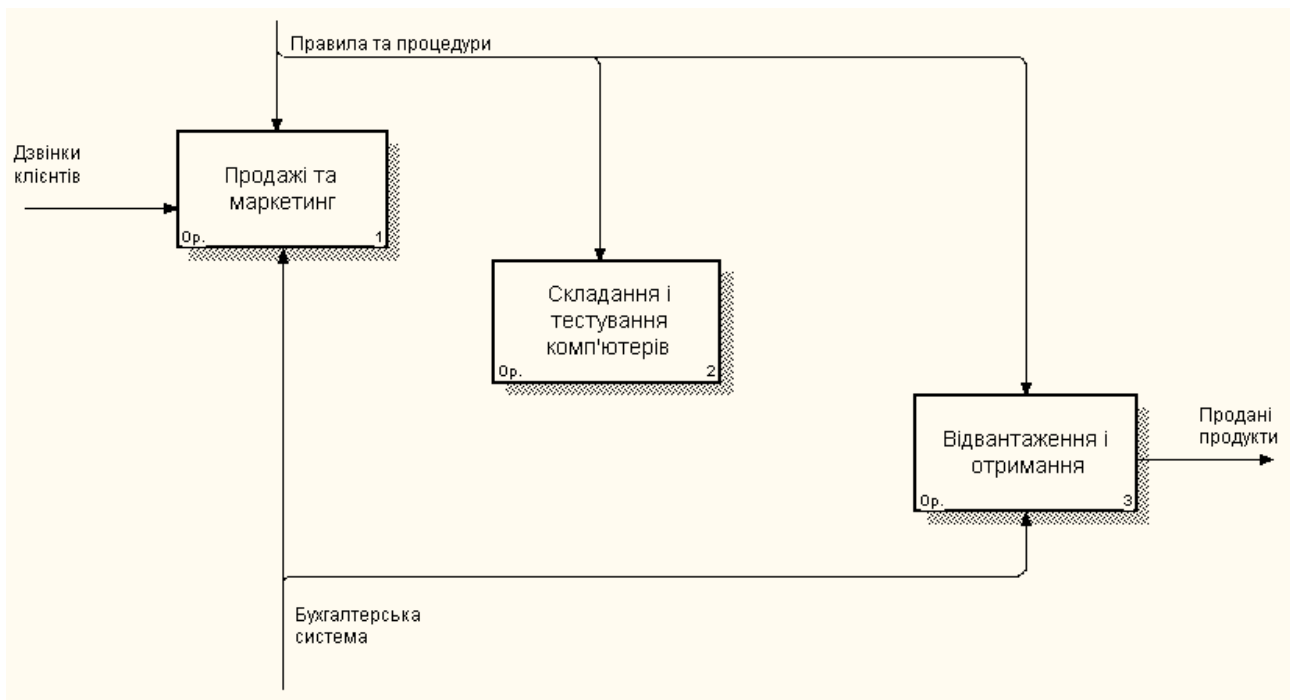

Рисунок 2.3 – Зв'язані граничні стрілки на діаграмі A0
3. Змініть стрілки «Продані продукти» і «Дзвінки клієнтів». Перейдіть в режим рисування стрілок. Зв'яжіть граничні стрілки (кнопка  на палітрі інструментів) так, як показано на рис. 2.3.